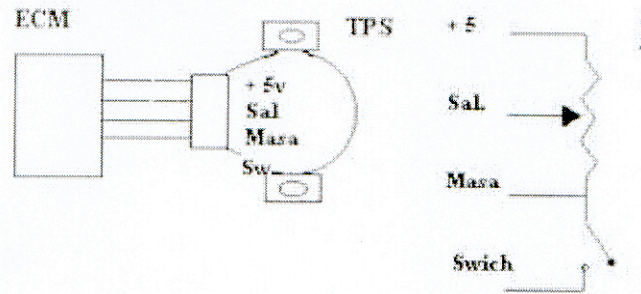

Fig. 67 . Terminales en TPS de 4 conectores con switch
- CONECTOR DE MINIMA: este conector se une a masa cuando el sensor esta en la posición de válvula cerrada este conector es conocido como IDLE SWITCH o SWITCH DE MINIMA. Fig. 67.